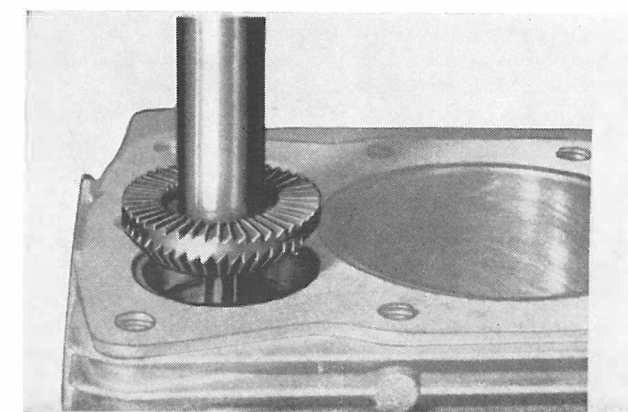

Fig. 10
- Fraiser avec fraises normales (Fig. 10) à 45° de $28 \div 35$ mm. de $\varnothing$ et tige de 7 mm. les sièges des soupapes ayant les suivantes dimensions:
- Flächen der Ventilsitzringe mit 45° -Normalfräser ($\varnothing 28 \div 35$ mm) und Dorn zu 7 mm fräsen (Abb. 10).